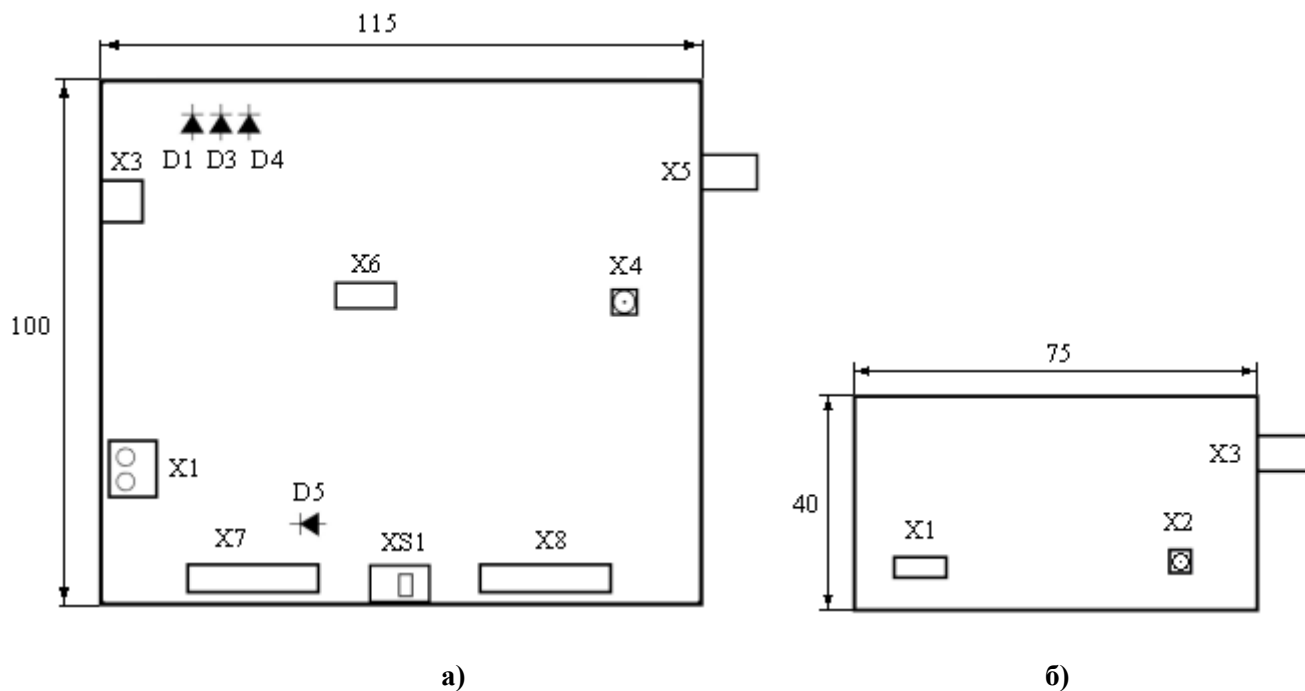

Рис. 1. Чертеж отладочной платы
На рис. 1а, 1б показан чертеж отладочной платы.
Обозначения разъемов на рис. 1а:
Обозначения разъемов на рис. 1б:
1. Подключить разъем X1 базовой платы к источнику питания $+12\pm 0.5$ В. Наличие питания устройства определяется по свечению светодиода D1 (рис.1а). Затем необходимо подключить отладочную плату к ПЭВМ посредством USB-кабеля. При отсутствии встроенного опорного генератора необходимо подать на разъем X5 (рис. 1а) сигнал внешней опорной частоты.
Корректная работа микросхемы 1508ПЛ9Т определяется по свечению зеленого светодиода D4 (рис. 1а), индицирующего захват частоты системой ФАПЧ.